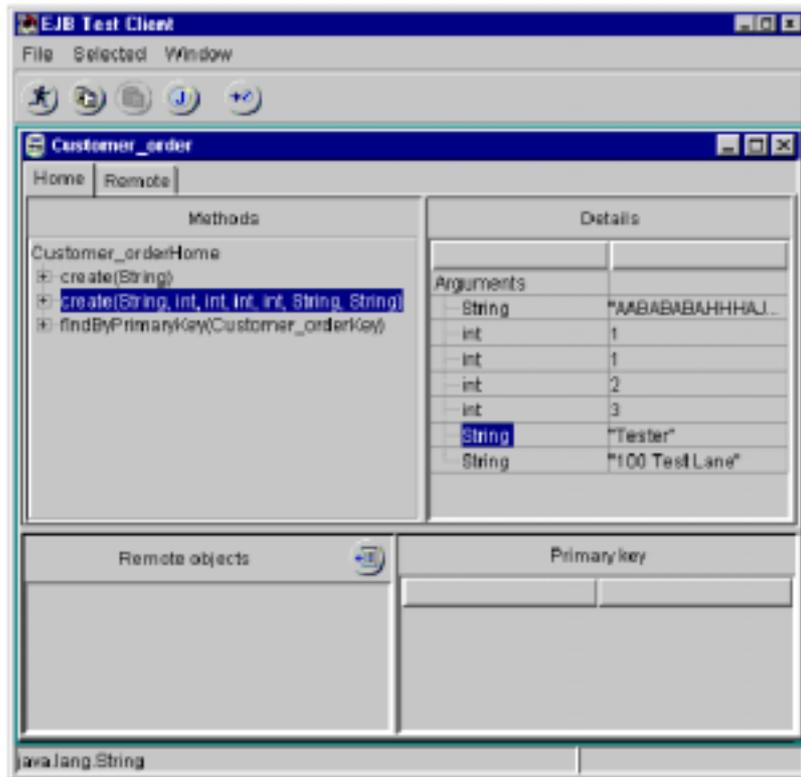

图7-12 EJB “Home ” 接口
7. 如果查找成功，将出现“Home”和“Remote”接口（如图7-12）。您可以选择已修改的 `ejbCreate()` 方法，通过指定输入参数并调用该方法来测试它。